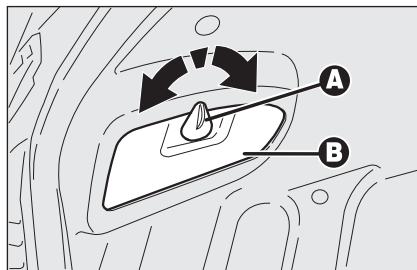

fig. 33
- ☐ ruotare il dispositivo **A-fig. 33** in modo da aprire lo sportello **B**;
- ☐ richiudere lo sportello **B-fig. 33**.